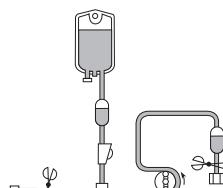

Fig.1 / Abb. 1 / Εικ. 1
- 3) Encha a linha sanguínea arterial com soro fisiológico, primeiro o lado do conector de acesso vascular e depois o lado do conector do dialisador. Preencha as duas extremidades da linha arterial. (Fig. 1)